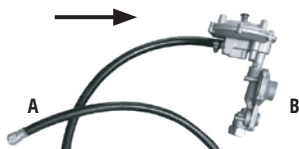

Fig. 1
- 7 Conectați furtunul cu partea la care e montat reductorul la butelia de gaz (partea B este conectată la butelie, Fig. 1).
- 9 Apăsăți de 2-3 ori supapa de reducere a presiunii de pe reductor (vezi Fig. 1).